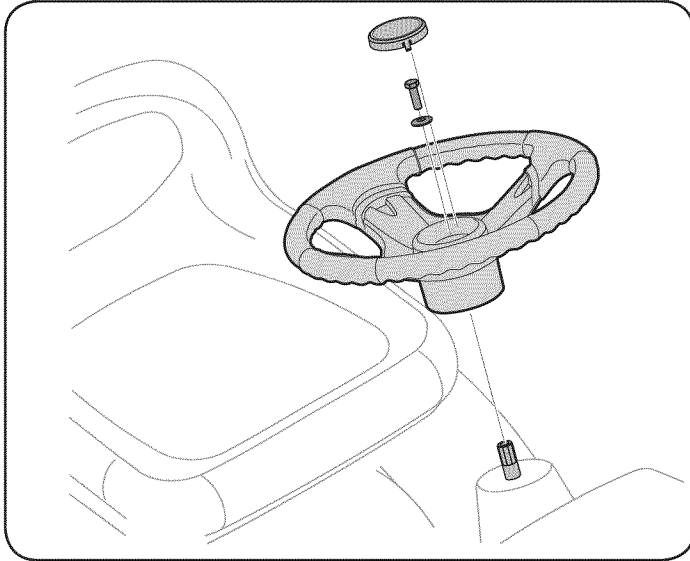

Figura 3
- Coloque la arandela (con la parte ahuecada hacia abajo) sobre el volante y segura con el tornillo hexagonal. Véase la figura. 3.